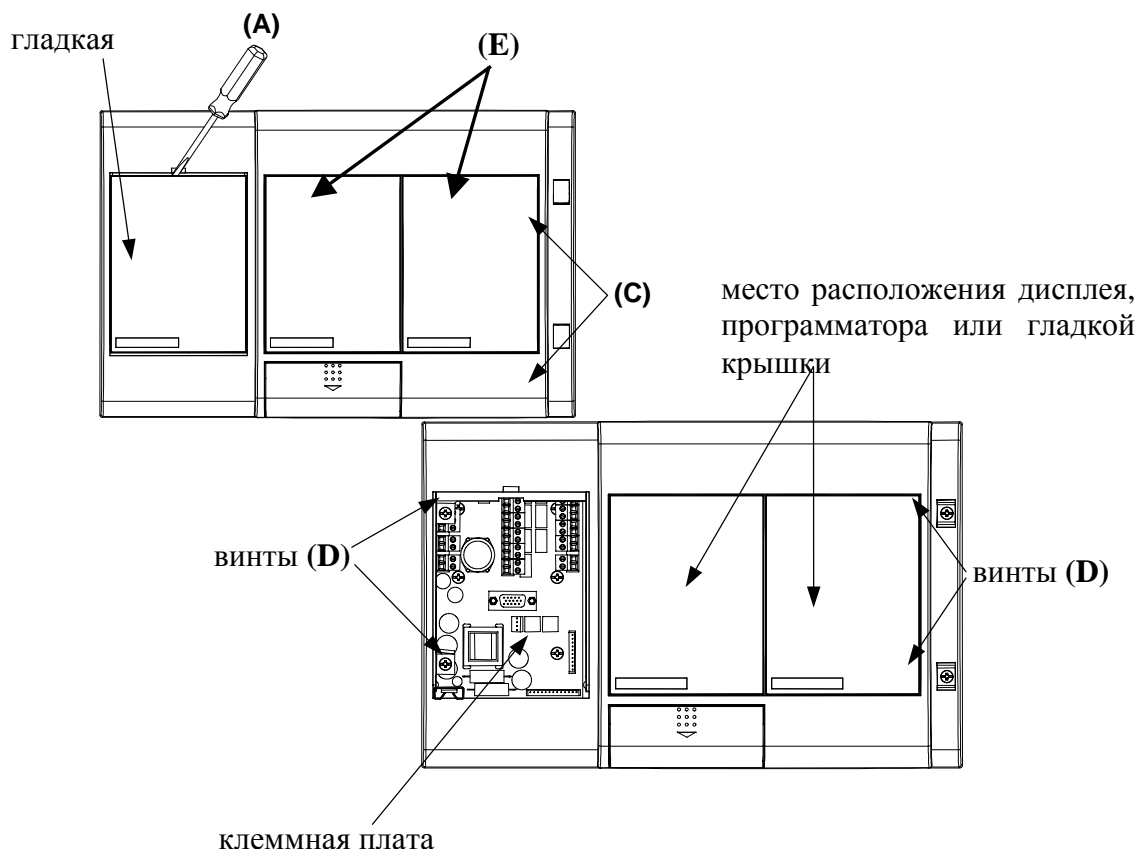

Рис.4 Демонтаж гладкой крышки, заглушек винтов, модулей дисплея и программатора.
а) вставьте плоский конец отвёртки А (4мм x 1мм) в верхний разъём над гладкой крышкой. См. Рис.4
г) выверните с помощью отвёртки Philips четыре винта D . Винты невыпадающего типа и останутся в передней панели. См. Рис.4
- в) введите плоский конец отвёртки 4мм x 1мм в просвет между модулем и передней панелью (E) См. Рис. 4.